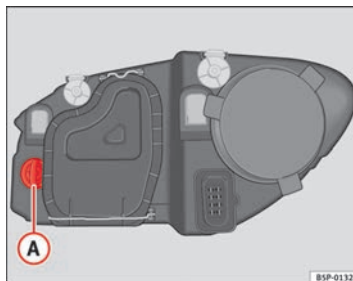

Fig. 189 Ampoule du clignotant
- Tournez le support d'ampoules ⇒ fig. 189 (A) vers la gauche puis tirez.